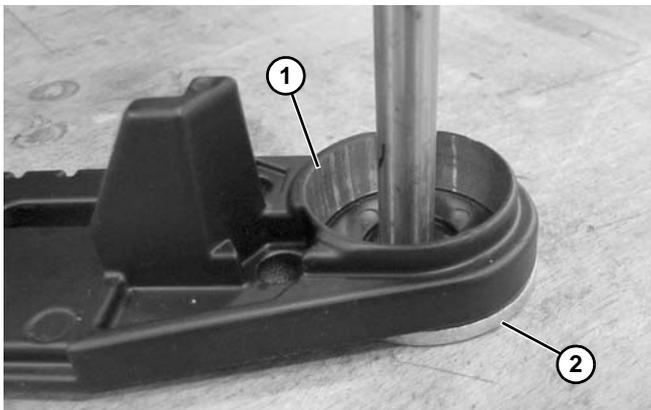

Figura 82
2. Coloque el lado plano de la placa trasera (**Figura 82, artículo 1**) sobre la arandela (**Figura 82, artículo 2**) o el orificio en un banco de trabajo que tenga un diámetro mínimo de 16 mm.